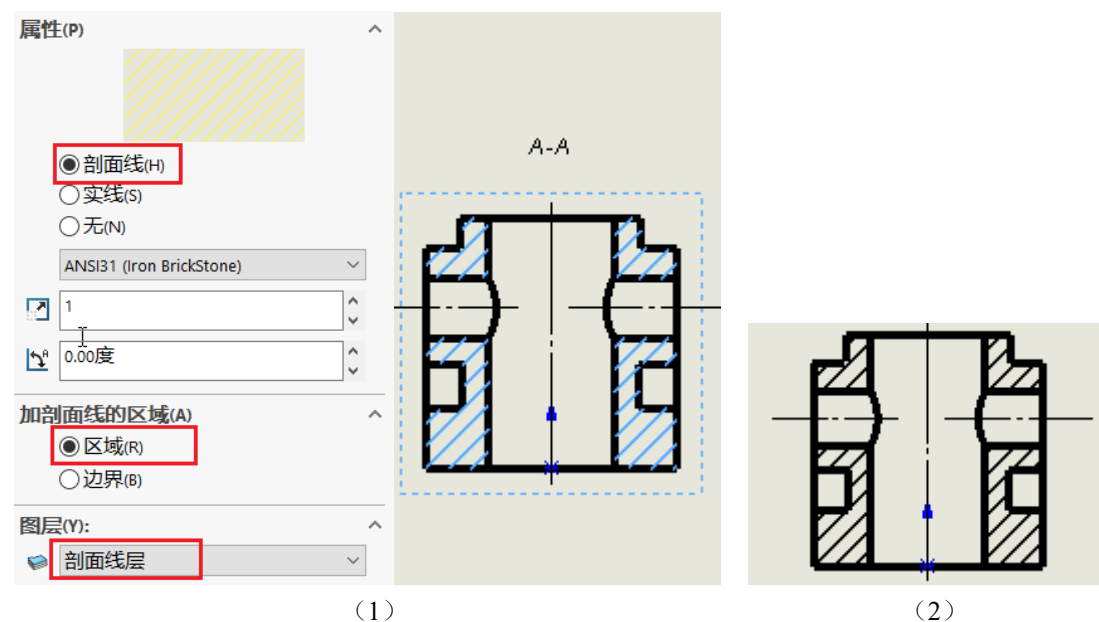

图 3-21 添加剖面线
**区域剖面线/填充**，在左侧出现的“区域剖面线/填充”对话框中，如图 3-21 (1) 所示，勾选“剖面线”和“区域”选项，“图层”处设置为“剖面线层”，在视图中单击鼠标确定需要添加剖面线的区域（按住 Ctrl 键可多选），单击“确定”图标 ，添加剖面线。选中剖面线，修改“线色”为“黑色”，结果如图 3-21 (2) 所示。